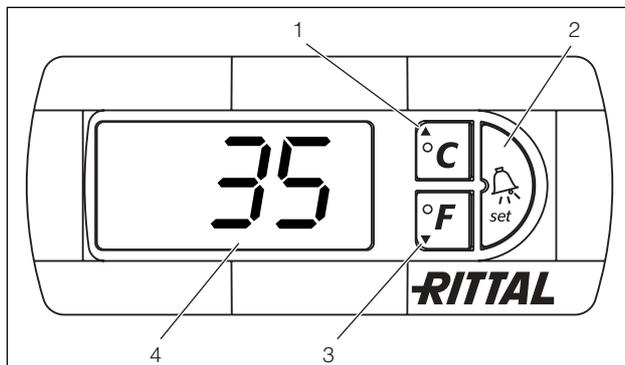

Imagen 38: Controlador Confort
El controlador Confort dispone de una indicación de 7 segmentos (imagen 38, nº 4). Tras la conexión de la fuente de alimentación durante aprox. 2 s se muestra la versión actual del software, a continuación una opción preajustada (por ej. t10) o la temperatura. En servicio normal la indicación muestra tanto la temperatura (en grados celsius o fahrenheit, seleccionable), así como las indicaciones de fallo. La temperatura interior actual del armario se indica de forma permanente. Al producirse una indicación de fallo esta se muestra de forma alternada con la indicación de temperatura.
La programación del aparato se realiza a través de las teclas 1 – 3 (imagen 38). Los parámetros también aparecen en la indicación.
- Presione simultáneamente las teclas 1 y 2 (imagen 38) durante 5 segundos mín.
Con las teclas 1, 2 y 3 (imagen 38) puede modificar 24 parámetros dentro de los niveles preestablecidos (valor mín., valor máx.).